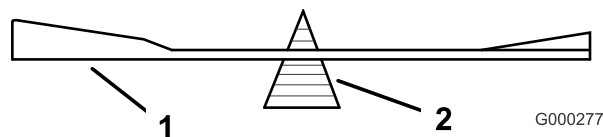
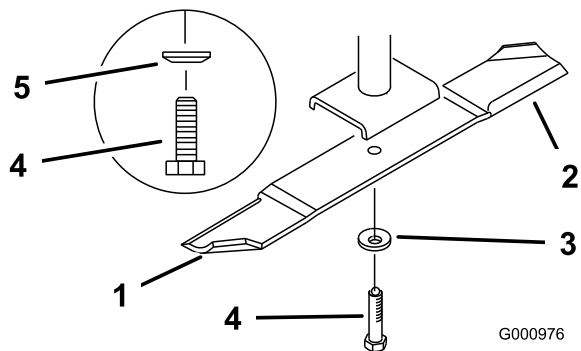

Figure 87
Figure 88
2. Retirez le boulon, la rondelle élastique et la lame de l'axe (Figure 88).
2. Vérifiez l'équilibre de la lame en la plaçant sur un équilibreur (Figure 87). Si la lame reste horizontale, elle est équilibrée et peut être utilisée. Si la lame est déséquilibrée, limez un peu l'extrémité de la partie relevée seulement (Figure 88). Répétez la procédure jusqu'à ce que la lame soit équilibrée.
1. Placez la lame sur l'axe (Figure 88).
2. Installez la rondelle élastique et le boulon de la lame. Le cône de la rondelle élastique doit être dirigé vers la tête du boulon (Figure 88). Serrez le boulon à 115–150 Nm (85–110 pi-lb).